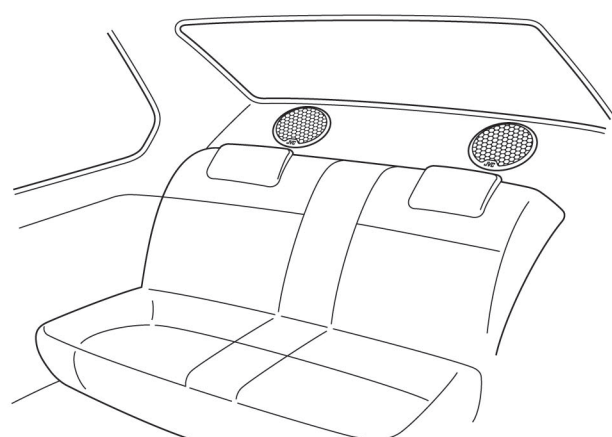

Fig. 1
1. Para instalar os alto-falantes na tampa traseira interna, primeiro determine a área aproximada em que irá posicioná-los. Os alto-falantes devem ser instalados em uma localização com espaço disponível de pelo menos 36 mm sobre a tampa e no mínimo de 51 mm sob a tampa. Ao determinar a localização, certifique-se de que a parte inferior de cada alto-falante se encaixa na abertura maior da placa de aço em que a tampa traseira está fixada (Fig. 1).
3. O gabarito de papel impresso na parte inferior da caixa de embalagem mostra o formato exato da área que deverá haver na tampa traseira onde o alto-falante será instalado. Coloque o gabarito de papel sobre a área determinada no item 1 acima e desenhe o formato da área na tampa.
1. To install the speaker in the rear tray, first determine the appropriate area in which to place it. The speakers must be installed in a place where there are spaces of at least 36 mm over the tray and at least 51 mm under the tray. In determining the location, make sure that the bottom part of each speaker fits into the large hole in the steel plate on which the rear tray is fixed. (Fig. 1)
1. Sollen die Lautsprecher in die Heckfenster-Ablage eingebaut werden, muß zunächst die Einbau-position bestimmt werden. Für den Lautsprecher-einbau muß mindestens 36 mm über der und mind-estens 51 mm unter der Ablage Einbauspielraum gegeben sein. Wenn die Einbauposition bestimmt wird, darauf achten, daß die Unterseite der Lautsprecher nicht auf Stahlflächen oder -streben unter der Ablage trifft. (Abb. 1)
1. Afin d'installer les haut-parleurs sur la plage arrière, s'assurer d'abord de trouver les positions appropriées pour les fixer. Les haut-parleurs doivent être fixés où il y a au moins 36 mm au-dessus de la plage arrière et 51 mm sous la plage. Au moment de déterminer l'endroit de la fixation, faire attention que le dessous de chaque haut-parleur soit bien introduit dans le grand trou de la plaque en acier sur laquelle la plage est fixée. (Fig. 1)
1. Voor het monteren van de luidsprekers in de hoedeplank van uw auto dient u eerst bij benadering de plaats en opstelling te bepalen. De luidsprekers moeten op een plaats worden bevestigd waar er minstens 36 mm boven en minstens 51 mm onder de hoedeplank is. Bij het kiezen van de plaats dient u er bovendien rekening mee te houden dat het onderste gedeelte van elke luidspreker in de grote opening van de onder de hoedeplank liggende staaflaat, moet passen. (Afb. 1)